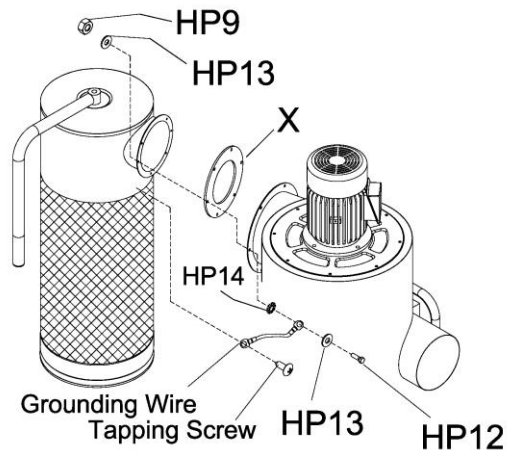

Abbildung 9
10. Platzieren Sie die Dichtung (X) zwischen Kanisterfilter und Hauptgehäuse. Befestigen Sie den Kanisterfilter mithilfe des Sechskants am Hauptgehäuse. Kopfschrauben (HP12), Unterlegscheiben (HP13) und Muttern (HP9). Sie müssen das Erdungskabel des Aktivkohlefilters am nächstgelegenen Anschlusspunkt anschließen, wie in Abbildung 9 dargestellt.
Das Erdungskabel ist bereits am Kanisterfilter angebracht. Wenn Sie den Kanisterfilter am Hauptgehäuse installieren, müssen Sie das Erdungskabel wie in Abbildung 9 gezeigt mit dem Hauptgehäuse verbinden. Verwenden Sie beim Herstellen dieser Verbindung unbedingt die Sternscheibe (HP14). Positionieren Sie die Sternscheibe (HP14), das Erdungskabel und die Unterlegscheibe (HP13) wie in Abbildung 9 gezeigt.